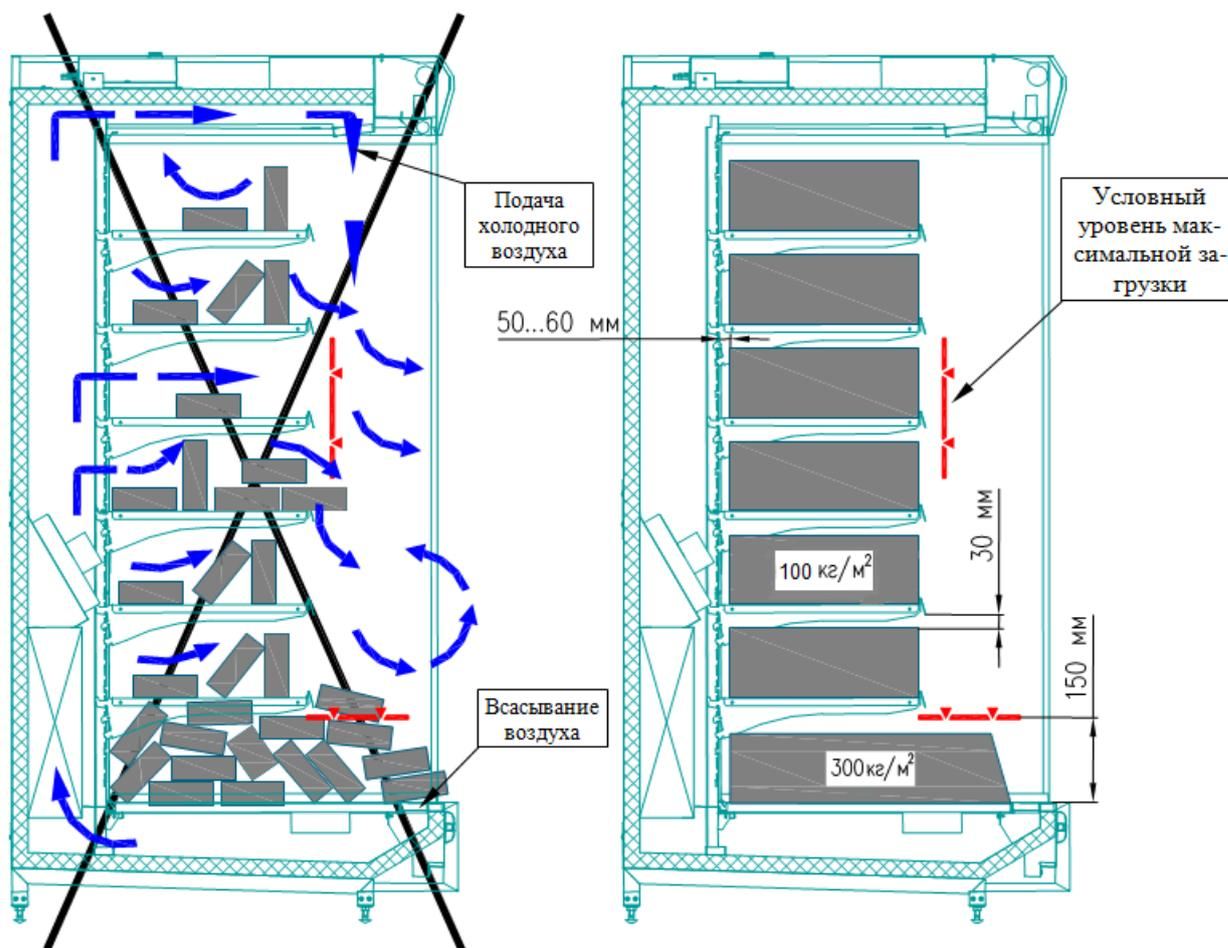

Рис. 3. Загрузка витрины продуктами
- Продукты необходимо раскладывать в отведенное для них место, не превышая при этом уровня максимальной загрузки (рис. 3). В случае превышения уровня загрузки воздушная вентиляция будет недостаточной, и температура продуктов станет более высокой, кроме того, на испарителе может образоваться слой льда.
- При укладке продуктов **необходимо обеспечивать их равномерное распределение по всей длине полок** (рис. 3), что обеспечивает лучшие условия хранения продуктов и работы холодильной витрины, не превышая нормы загрузки, указанные в табл. 1 и 2.
- Проверить правильность расположения продуктов в витрине, согласно п. 3.5 и рис. 3.